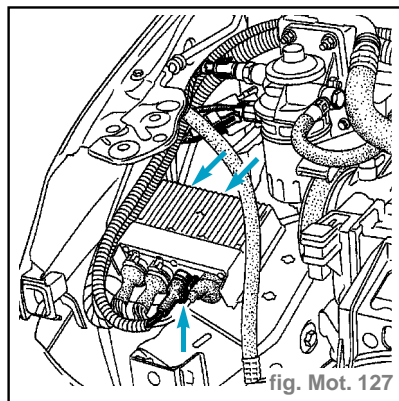

fig. Mot. 127
• la bride de fixation (8) du faisceau électrique,
• les vis de fixation du calculateur d'injection et débrancher, par le dessous, le connecteur des bougies de préchauffage (fig. Mot. 127),